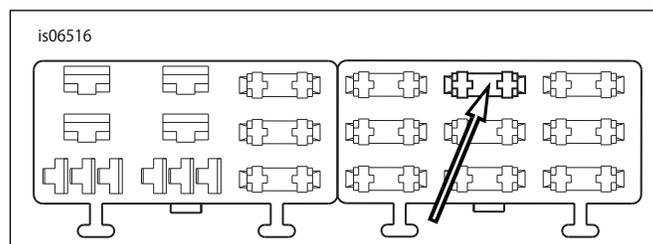

図9。「P&AIGN」ヒューズブロックキャビティ(2004～2010年 Softail)
- 「図9」を参照してください。右ヒューズブロック内のヒューズブロックカバーの「P&A IGN」と記されたヒューズキャビティ(1)を見つけます。オレンジ/白色アダプター配線のターミナルを止まるまで挿入します。正しい向きまたは深さを確認するには、近くにある工場出荷時に取り付けられているターミナルを参照してください。